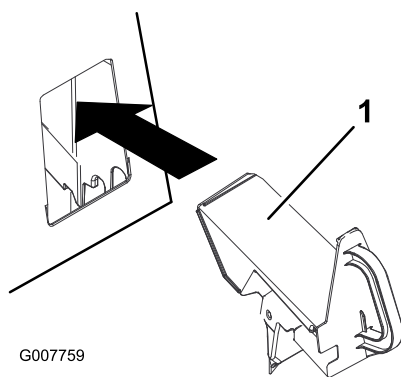

Bild 21
3. Stecken Sie den Recycler-Verschluss in die Öffnung, siehe Bild 21.